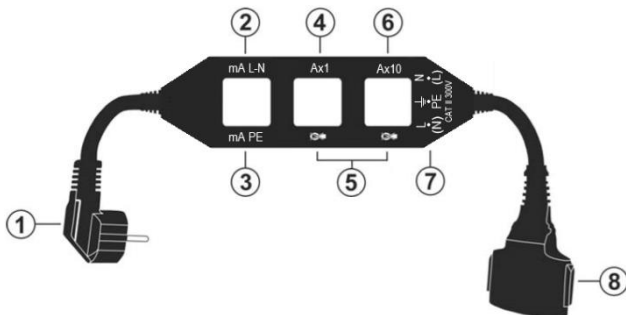

Fig. 1
Il TV435 possiede 2 anelli (Ax1 e Ax10 - vedere Fig. 1, pos. 4 e 6) per poter misurare la corrente di conduzione e la stessa corrente moltiplicata per il fattore 10 (utile per pinze amperometriche a bassa sensibilità o fasce troppo grandi).
Lo strumento possiede inoltre altri due anelli (mA PE e mA L-N - vedere Fig. 1, pos. 2 e 3) per la semplice misura della corrente di dispersione, sia in modo diretto e indiretto, sia in modo differenziale (sui conduttori L-N).
Infine, lo strumento TV435 consente anche di misurare le tensioni AC L-N, L-PE ed N-PE (vedere Fig. 1, pos. 7) con multimetri.